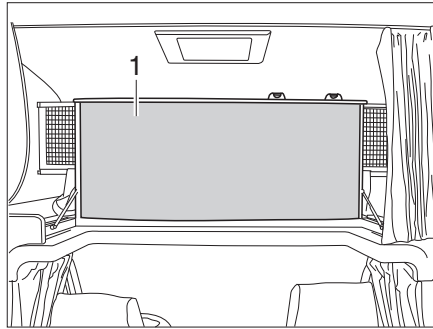

Fig. 149 Lit de capucine, rabattu vers le haut
- Rabattre vers le haut le lit de capucine (Fig. 149,1). Le lit de capucine est maintenu en position verticale par des ressorts à pression de gaz.